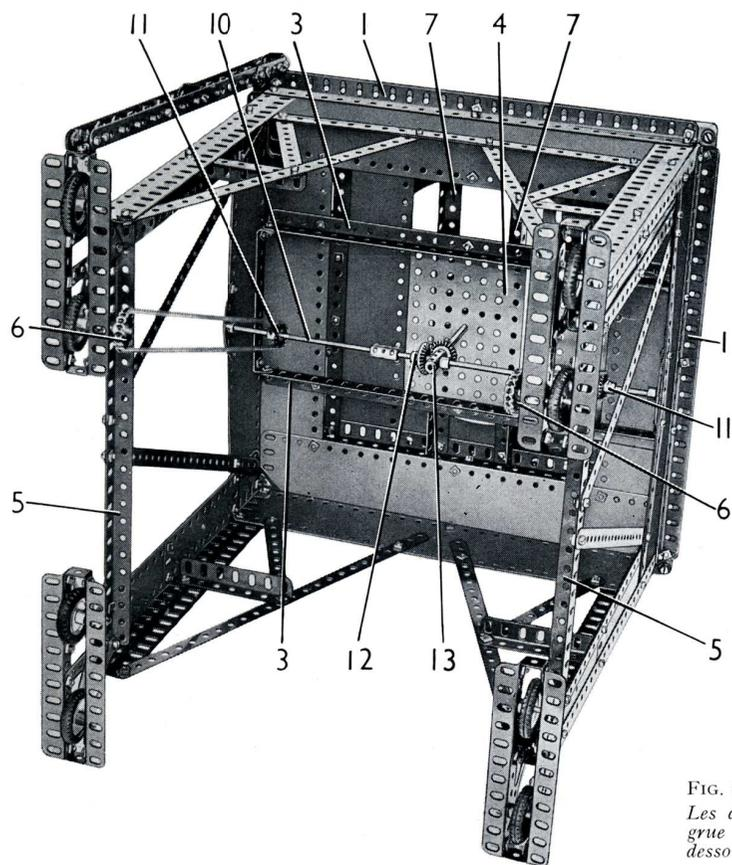
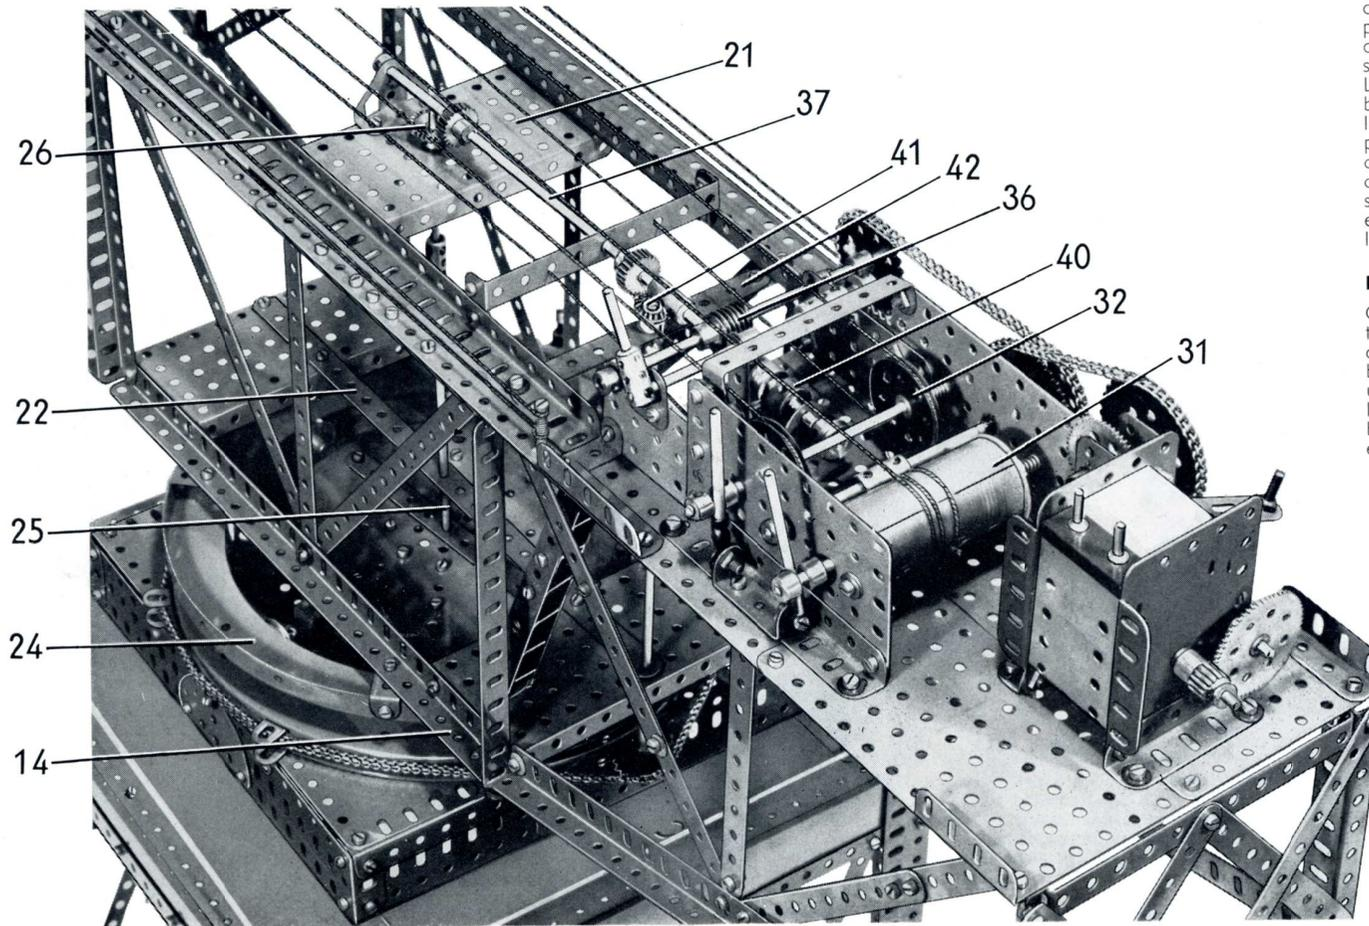

FIG. 2
FIG. 8 Le moteur et la boîte de vitesses.
Détails de construction : la tour (Fig. 2, 3 et 8)
Une plaque à rebords de 14×6 cm. (21) (fig. 8) est boulonnée entre les poutrelles (15), et une bande de 25 trous (22) est fixée sur les plaques à rebords montées sur les cornières (14).
Le roulement à galets (Fig. 2, 3, 4, 5 et 8)
Un axe (25) passe au travers de la plaque à rebords (21) et de la bande (22) (fig. 8), au travers de la bande de 11 trous boulonnée sur la plaque circulaire, au travers de deux bandes de 5 trous boulonnées face à face sur les cornières (7), et au travers de la plaque sans rebords (4) (fig. 2). L'extrémité inférieure de cet axe tourne dans l'accouplement (13), et un pignon d'angle de 26 dents entraîne le pignon d'angle (12) monté sur le grand arbre situé au sommet de la tour. Une roue de champ de 25 dents (26) est fixée à l'extrémité supérieure de l'axe qui est constitué par une tringle de 7,5 cm. et une de 29 cm. réunies par un accouplement.
Le moteur et la boîte de vitesses (Fig. 8 et 9)
Les côtés de la boîte de vitesses sont des plaques sans rebords de 11,5×6 cm. boulonnées sur des cornières de 9 trous fixées sur la base de la cabine. Chaque côté est prolongé vers l'avant par une plaque sans rebords de 75×38 mm. qui est fixée sur la base à son extrémité avant par un étréquer de 26×12 mm. Un moteur électrique universel est boulonné sur deux cornières de 5 trous fixées sur la base comme le montre la figure 8, et sur l'un des flasques sont fixées deux cornières de 6 trous par des boulons qui passent dans leurs trous allongés. Une poutrelle plate de 4 trous est fixée sur chaque cornière, de façon à former un support en U.
En faisant coulisser l'axe (37) vers la gauche (fig. 8), on amène un pignon de 25 dents en contact avec la roue de champ de 25 dents (26) de façon à entraîner les roues de la grue. Quand on déplace l'axe (37) vers la droite, on amène un pignon de 25 dents en contact avec une roue de champ de 25 dents (41) fixée sur un axe formé par une tringle de 13 cm.